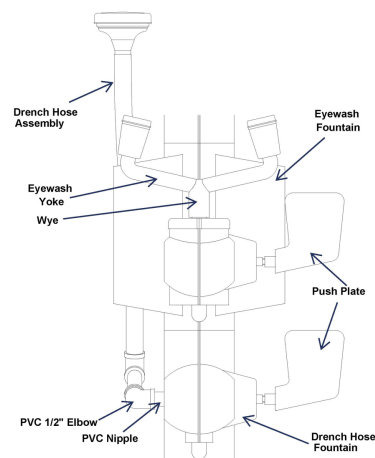

Figura 4-2. Secciones de fuente del lavajos y de la manguera para lavado
3. Lavajos: Retire el yugo del lavajos sosteniéndolo en la Y y girándolo en sentido antihorario (consulte la figura 4-2).
4. Manguera para lavado: Con una llave adecuada, retire el codo de PVC gris de ½” asegurándose de que el acople de PVC horizontal que permite el ingreso de la cubierta a través del anillo protector de caucho permanece en su lugar. El acople actúa como una referencia de ubicación para las cubiertas durante la reinstalación (consulte la figura 4-2).